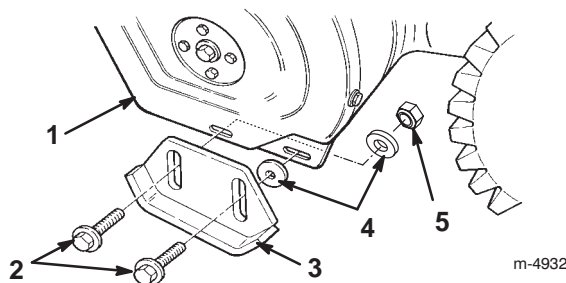

Figure 10
3. Retirez les deux boulons à collerette et les deux rondelles plates qui fixent chaque extrémité de la lame racleuse aux plaques latérales (Fig. 10).
5. Introduisez une rondelle **entre chaque patin et plaque latérale** (Fig. 10). Ne serrez pas les boulons.
7. Introduisez une rondelle et un contre-écrou **derrière (à l'intérieur de) la plaque latérale** (Fig. 10). Ne serrez pas les boulons.